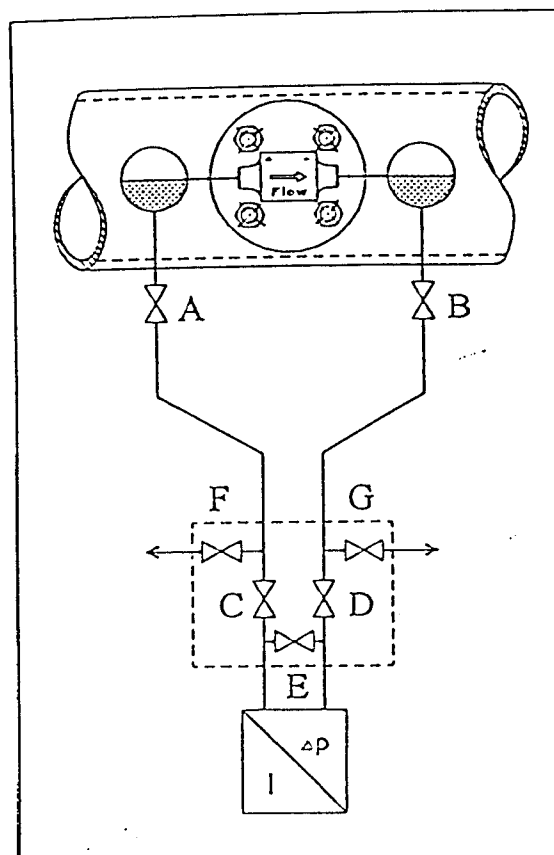

Рис. 13: Размещение зонда и датчика разности давлений
- вентиль F и G для выхода воды и воздуха /см. рис. 13/
При измерениях в парах датчик должен быть всегда установлен выше от ITABAR-зонда, чтобы избежать образование воздушных включений в подключениях к прибору (см. рис. 13).